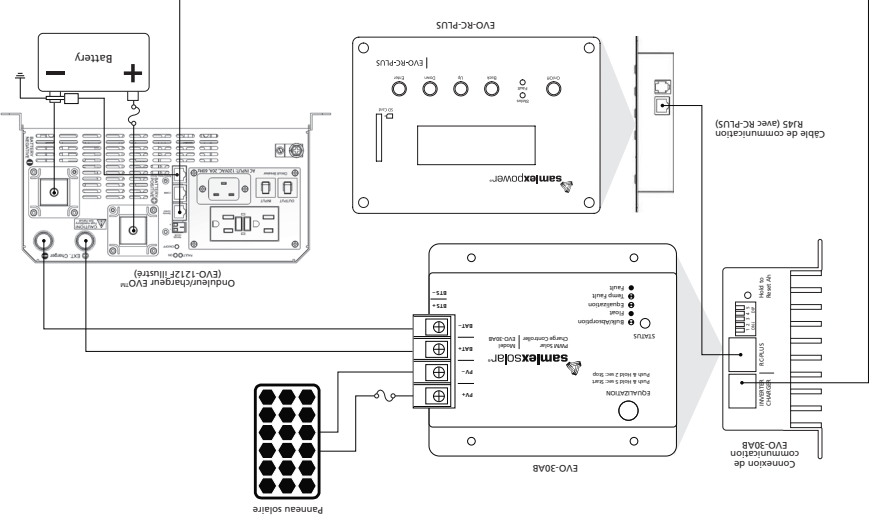

Fig.6.4 Schéma de câblage de l'onduleur/chargeur EVO-30AB avec EVO-RC-PLUS et EVO™
3. Installez l'EVO-30AB comme décrit dans les sections 6.1 à 6.3 de ce manuel, mais en effectuant la connexion de la batterie à la «connexion du chargeur CC externe sur l'onduleur / chargeur EVO™». Voir la figure 6.4 ci-dessous.
5. Connectez le câble de communication entre l'onduleur / chargeur EVO™ et l'EVO-30AB comme le montre la figure 6.4 ci-dessous.
6. Connectez le câble de communication entre le contrôleur de charge et l'EVO-RC-PLUS comme le montre la figure 6.4 ci-dessous.